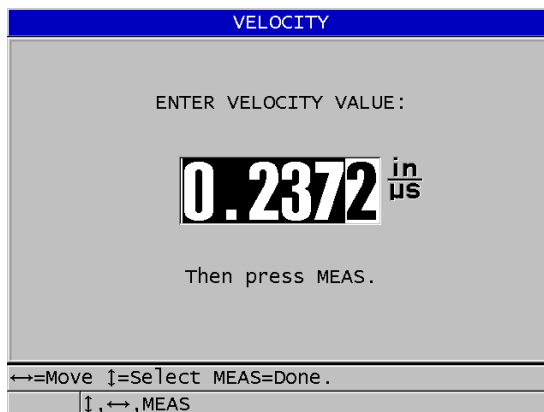

図 5-7 既知の材料音速の入力
2. 音速画面 (87 ページの図 5-7 を参照) で、矢印キーを使って音速を既知の値に編集します。